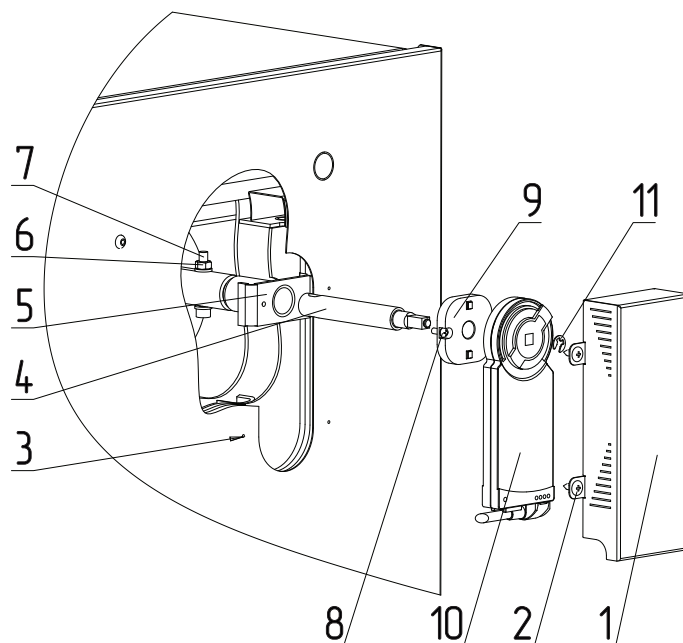

Рис.7 Установка механизма чистки теплообменника
3. Установите кронштейн крепления механизма (**Рис.7, поз.5**);
4. Установите ось прочистного механизма (**Рис.7, поз.4**);
5. Зафиксируйте ось болтом М6 (**Рис.7, поз.7**) и гайкой (**Рис.7, поз.6**);
6. Установите на ось основание механизма (**Рис.7, поз.9**);
7. Зафиксируйте основание винтами (**Рис.7, поз.8**) на кронштейне крепления механизма (**Рис.7, поз.5**);
8. Установите механизм (**Рис.7, поз.10**);
9. Зафиксируйте механизм быстросъемным кольцом (**Рис.7, поз.11**);
10. Зафиксируйте кожух прочистного механизма (**Рис.7, поз.1**) саморезами (**Рис.7, поз.2**).